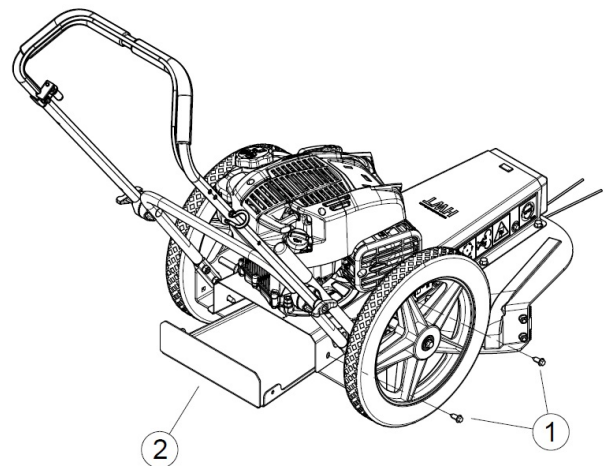

Рис. 11
4. **HWTB:** Открутите четыре винта 1 по бокам корпуса под двигателем. Для доступа к ремню снимите пластину 2 (Рис. 11).
7. **HWTB:** Установите пластину 2 с помощью четырех винтов 1 (Рис. 11).